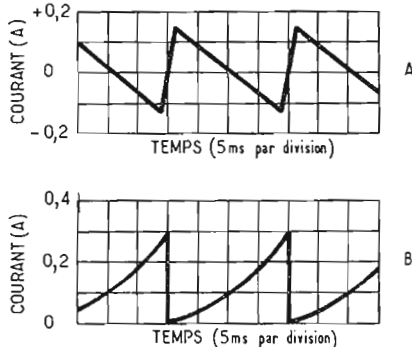

FIG. 8.
La figure 8 donne en (A) la variation du courant de déflexion. Le retour apparaît plus long que dans le montage 1. En (B) on donne la variation entre 0 et 0,3 A du courant d'émetteur du transistor de sortie BD111.